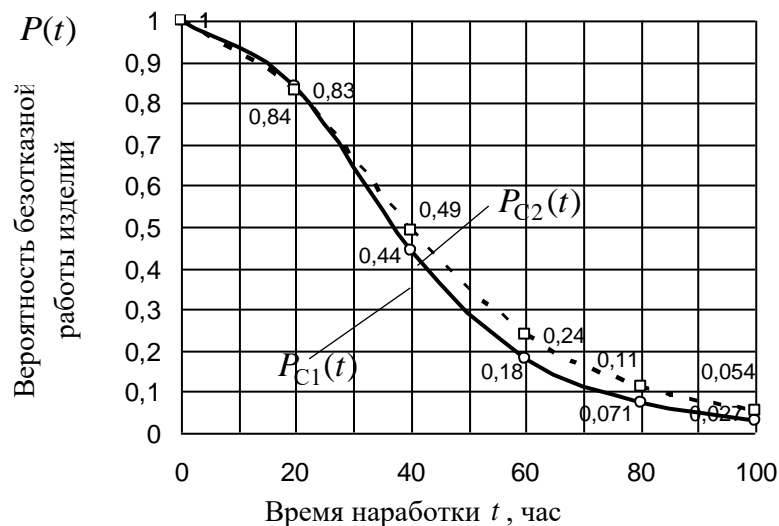

Рис. 4. Зависимости интенсивность отказа изделий от времени наработки
1. Определяем вероятность безотказной работы каждого изделия в интервале наработки до $t=100$ час через равные интервалы времени. В нашем примере целесообразно выбрать пять интервалов равных $t_i=20$ час каждый. Результаты расчетов записываем в табл. 1 и строим по ним график зависимости вероятности безотказной работы систем от времени наработки $P_C = f(t)$ (рис. 4). Следует помнить, что при увеличении числа интервалов повышается точность построения графика.
Выводы: Как видно из графиков (рис. 4) при наработке до $t=50$ час вероятность безотказной работы обоих изделий практически одинакова $P_{C1}(t) \approx P_{C2}(t)$. При увеличении времени наработки в диапазоне $t=50 \dots 100$ час вероятность безотказной работы второго изделия $P_{C2}(t)$ больше в 1,11...2,0 раза.